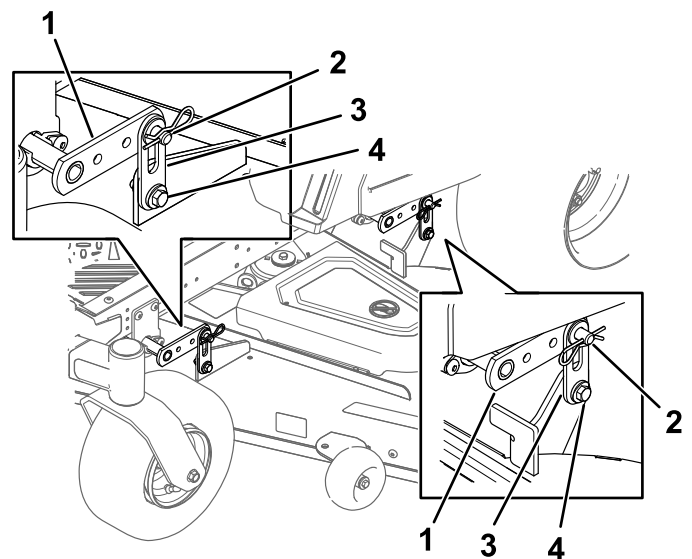

Figura 62
5. Afloje los pernos de ajuste en las cuatro esquinas, hasta que la carcasa quede bien asentada sobre los cuatro bloques (Figura 62).
6. Asegúrese de que los pasadores de la carcasa están en la parte superior de las ranuras de las pletinas de suspensión de la carcasa (Figura 62).
7. Apriete los cuatro pernos de ajuste (Figura 62).